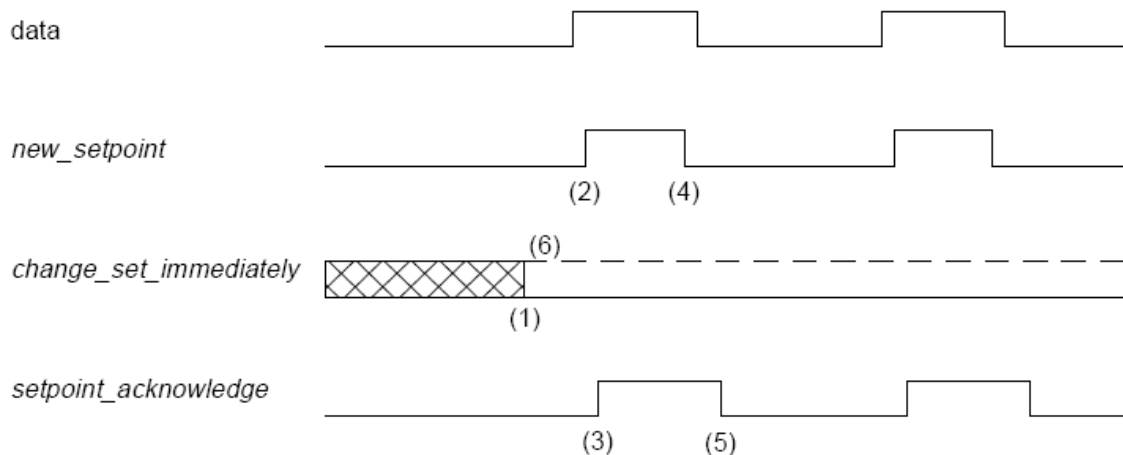
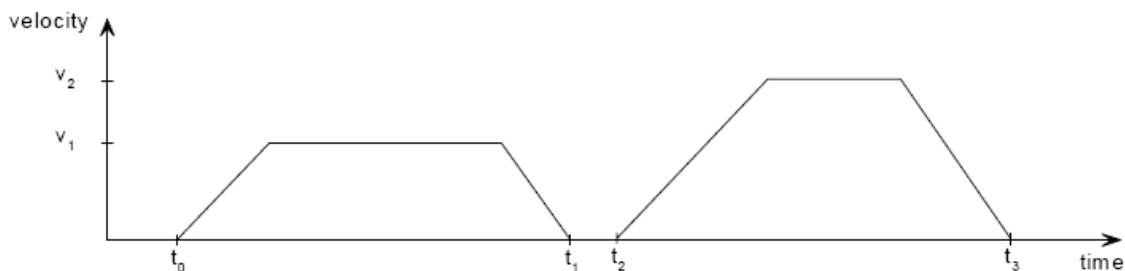
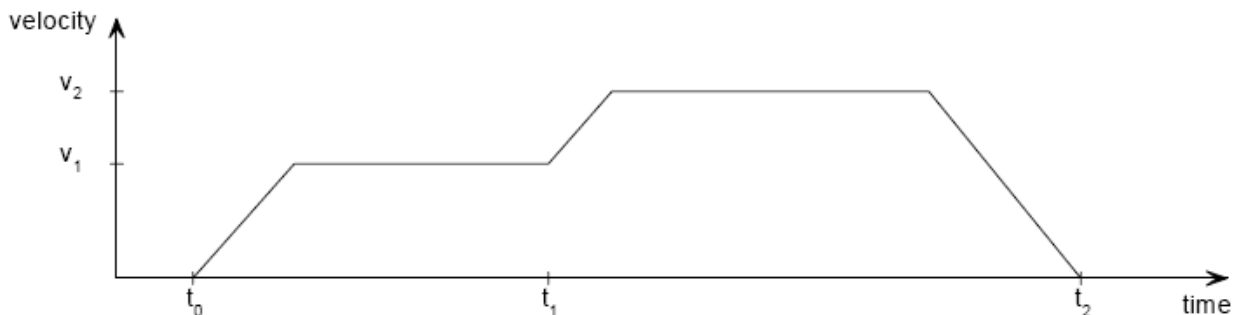

图 1 主机中设置点传输
图 2 单个设置点
图 3 一系列设置点
图 1、图 2、图 3 描述了这两种方式的区别。在控制字中的立即改变设置 (`change_set_immediately`) 位决定是哪一种方式。图 1 中 “`change_set_immediately`” 位一直是 “0” (实线) 则运动方式是 “单个设置点” (1)。主机通过控制字中的 “`new_setpoint`” 值为 1 的信号, 来表明新的数据有效 (2)。驱动器准备好新的数据缓存后, 驱动器响应该信号, 在状态字中的 “`setpoint_acknowledge`” 值为 1, 表明收到主机信号 (3), 主机释放 “`new_setpoint`” 位 (4), 之后驱动器置 “`setpoint_acknowledge`” 位为 0, 表明已经接受了新的数据 (5)。这种机制导致了在图 2 驱动器在 t_1 时刻到达目标位置 X_1 后, 电机速度为 0, 发送给主机信号后, 设置点如上面所描述, 下一个目标位置 X_2 在 t_2 时刻开始 t_3 时刻到达。
当图 1 中 “`change_set_immediately`” 位设置为 1 (虚线) 时, 主机通知驱动器采取第二种方式 (一系列点设置), 在到达前一个位置时要处理新的位置点, 其他位的信号定时没有改变。这种机制使得驱动器预先处理下一个位置点 X_2 , 在 t_1 时刻到达位置 X_1 时保持速度, 然后驱动器立即开始移动到下一个已经处理好的位置点 X_2 。见图 3 所示。